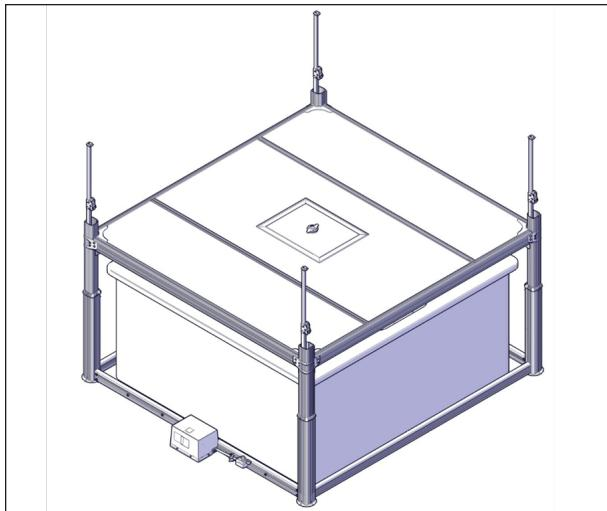

FIGURE 79: SOULEVEMENT DES VÉRINS
6. Soulever les vérins au maximum, voir Figure 79.